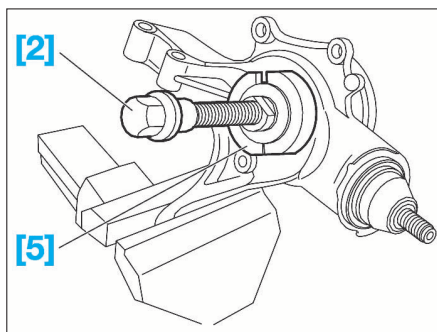

FIG. 28
- Poser les outils [5] et [2] (Fig.28)